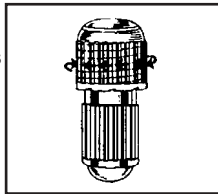

Figure 1
1. Pour activer IRM® Caps™, tenez verticalement, saisissez la moitié inférieure et **RESSERREZ FERMEMENT** le haut (voir fig. 1). Tandis que